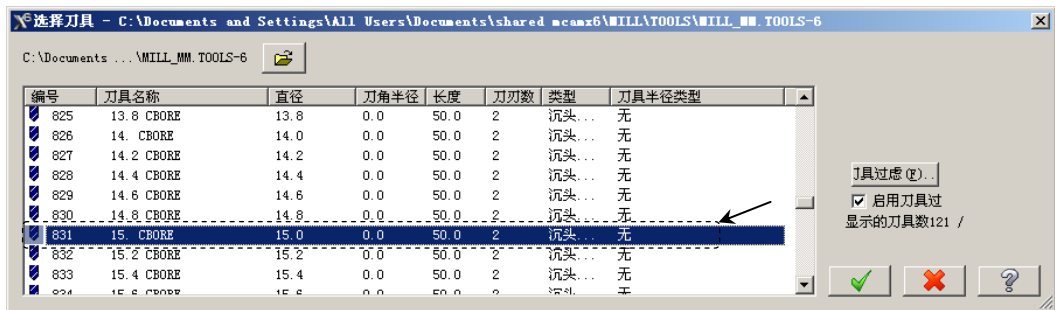

图 16.28 “选择刀具”对话框
Step5. 选择刀具。在“2D 刀具路径 – 钻孔/全圆铣削 深孔钻-无啄孔”对话框中，单击**从刀具库中选择...**按钮，系统弹出图 16.28 所示的“选择刀具”对话框，在该对话框的列表框中选择图 16.28 所示的刀具。单击按钮，关闭“选择刀具”对话框，系统返回至“2D 刀具路径 – 钻孔/全圆铣削 深孔钻-无啄孔”对话框。